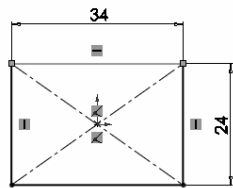

图 7-48 标注矩形尺寸
3) 标注矩形尺寸。单击“草图”控制面板中的 (智能尺寸)按钮,或选择菜单栏中的“工具”→“标注尺寸”→“智能尺寸”命令,标注矩形草图轮廓的尺寸,如图 7-48 所示。